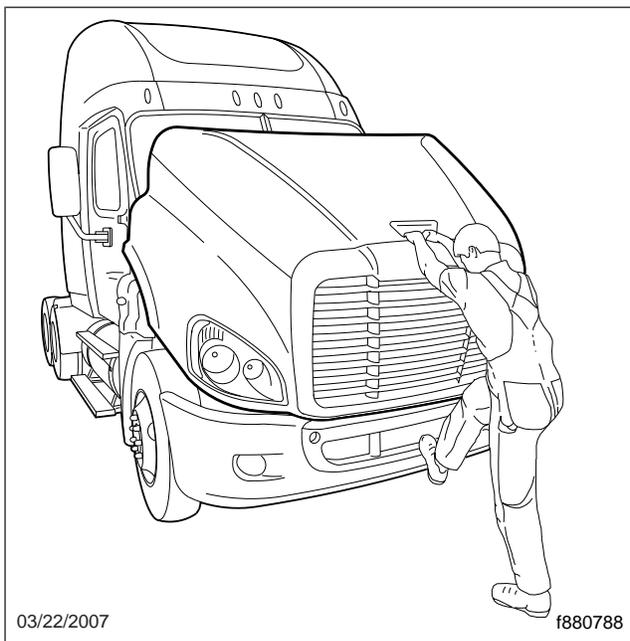

Fig. 2.8, Basculement du capot
3. À l'aide de la marche du pare-chocs et de la poignée, faites basculer lentement le capot jusqu'à ce qu'il soit retenu par les courroies. Voir la **figure 2.8**.